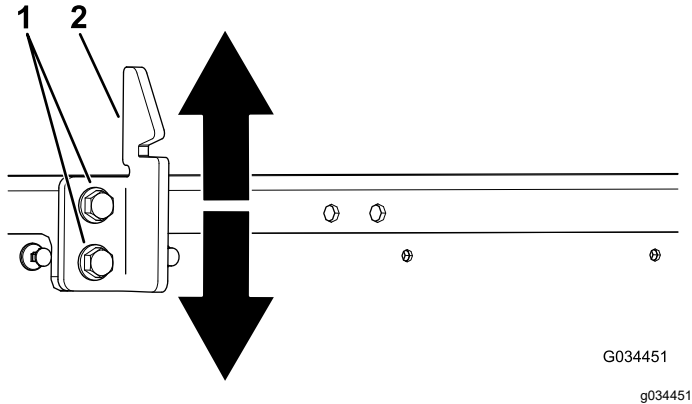

図 56
3. 荷台のラッチストライカのボルト2本をゆるめて、ストライカの上下位置を調整する **図 56**。
4. ラッチストライカのボルト2本を締め付ける **図 56**。